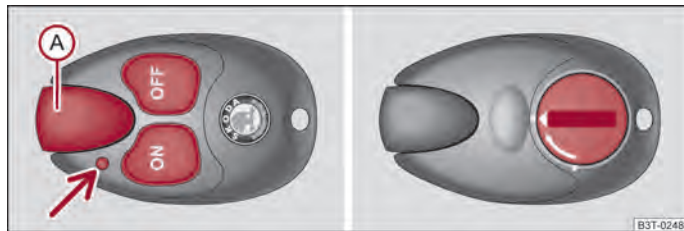

Fig. 97 Calefacción adicional: Radiotelemando/Parte inferior del radiotelemando con la tapa de la pila
La distancia eficaz es de hasta 600 m con la pila cargada. Para activar o desactivar la calefacción adicional, mantenga el mando a distancia verticalmente, con la antena (A) ⇒ fig. 97 hacia arriba. No cubra la antena con los dedos o la mano. Obstáculos entre el mando a distancia y el vehículo, condiciones climatológicas malas y una pila cada vez más débil pueden reducir la distancia de modo significativo.
El testigo en el mando a distancia ⇒ fig. 97 indica, después de haber pulsado una tecla, si la calefacción adicional al recibido la señal y si la pila está lo suficientemente cargada.
Cuando el testigo del mando a distancia indique una pila débil o descargada, ⇒ **fig. 97**, deberá sustituirla. La pila se encuentra debajo de una tapa en la parte posterior del mando a distancia.
- Introduzca un objeto plano y romo en la ranura de la tapa de la pila, por ejemplo una moneda, gírelo en dirección contraria a la indicada por la flecha hasta alcanzar la marca y desbloquee la tapa ⇒ **fig. 97** - derecha.